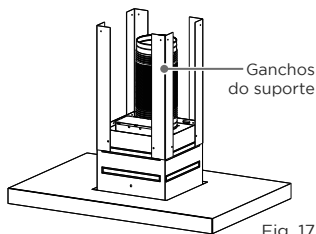

Fig. 17
4. Prenda as 4 Hastes de sustentação ajustáveis ao conjunto do corpo da coifa com 8 parafusos M4*8 (Fig. 17).